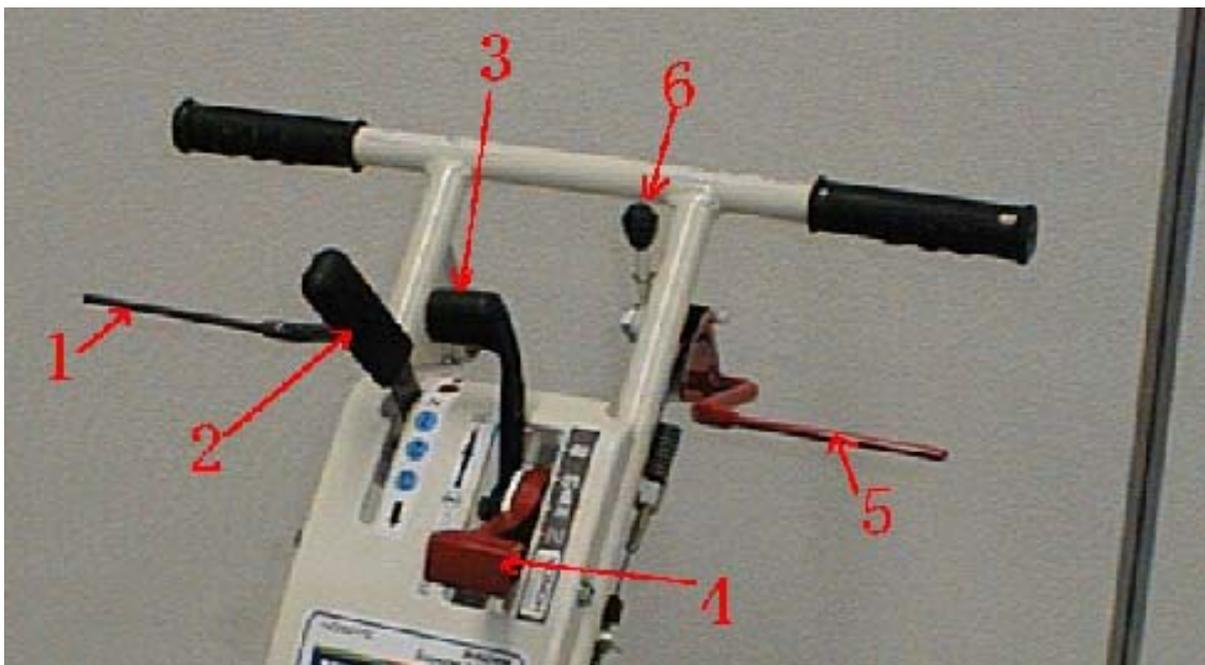

Figure 2
Après avoir engagé une vitesse (voir chapitre « levier de vitesse »), tirez sur la poignée (figure 2, repère 2) pour faire avancer la tondeuse. Relâchez la poignée, la machine s'arrête.
Il permet de sélectionner la vitesse d'avancement suivant la hauteur de l'herbe à couper (figure 2, repère 2). La position (N) correspond au point mort de la transmission.
LEVIER DE BLOCAGE DE DIFFERENTIEL (FIGURE 2, REPERE 3)
Ce levier a plusieurs fonction (figure 2, repère 4).
Ils sont utilisés pour la tonte, ils permettent d'actionner les lames et de les maintenir en rotation (figure 2, repère 5 et 6). Poussez d'abord le levier (figure 2, repère 6) vers l'avant, puis tirez le levier rouge (figure 2, repère 5) contre le mancheron. Pour arrêter la rotation des lames, relâchez le levier (figure 2, repère 5).
- Enclencher la rotation de la lame (figure 2, repère 5) puis accélérez à fond.
- Actionnez la poignée d'avancement (figure 2, repère 1). La tonte commence.